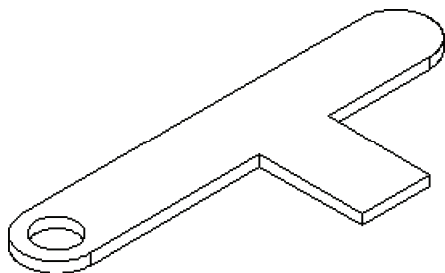

图 8-150 绘制轴测图练习 1
6) 上机练习: 绘制图 8-150 所示的等轴测图, 尺寸自定。